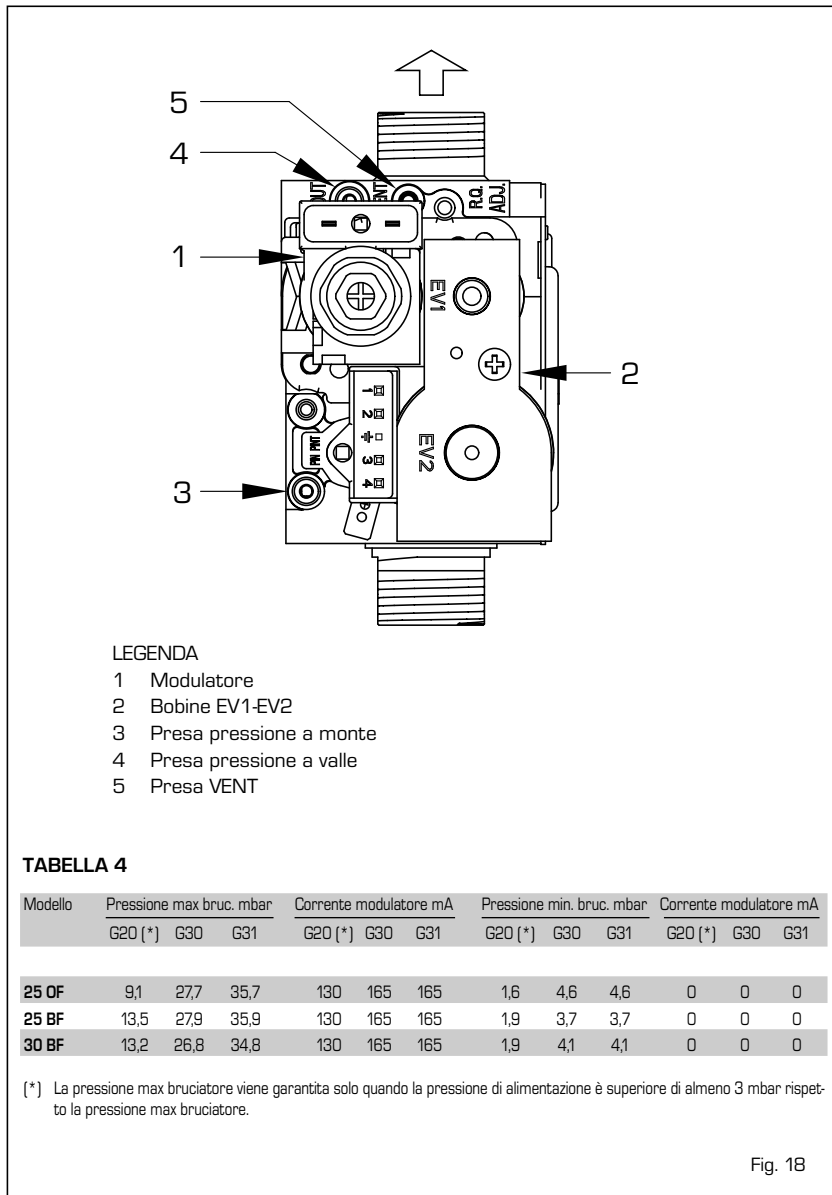

Fig. 18
La caldaia è fornita con valvole gas SIT 845 SIGMA (fig. 18).
- Collegare la colonnina o un manometro solo alla presa a valle della valvola gas. **Nelle versioni "BF" scollegare il tubetto della presa VENT della valvola (5 fig. 18).**
- Togliere il cappuccio (1) del modulatore.
- Regolare la pressione massima agendo sul dado (3) e ricercare il valore della pressione massima indicato in **Tabella 4**.